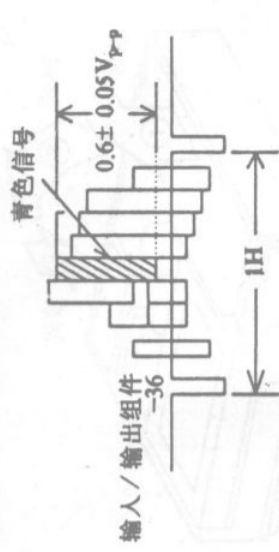

图13
②以SP方式用空白磁带记录NTSC彩条信号，然后重放刚才录下的部分；
③调节VR8010，使青色电平为 $0.6 \pm 0.05\text{V}_{\text{P-P}}$ ，如图13所示。
(6) SECAM 抑制器的调试